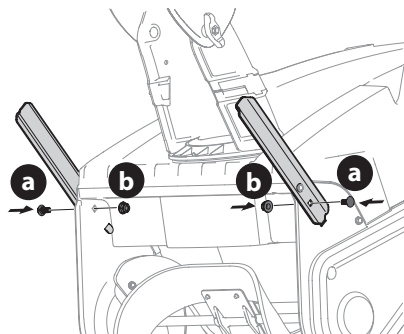

Figura 16
1. Extraiga los pernos del carro (a) y las tuercas de seguridad con reborde (b) (Figura 16).